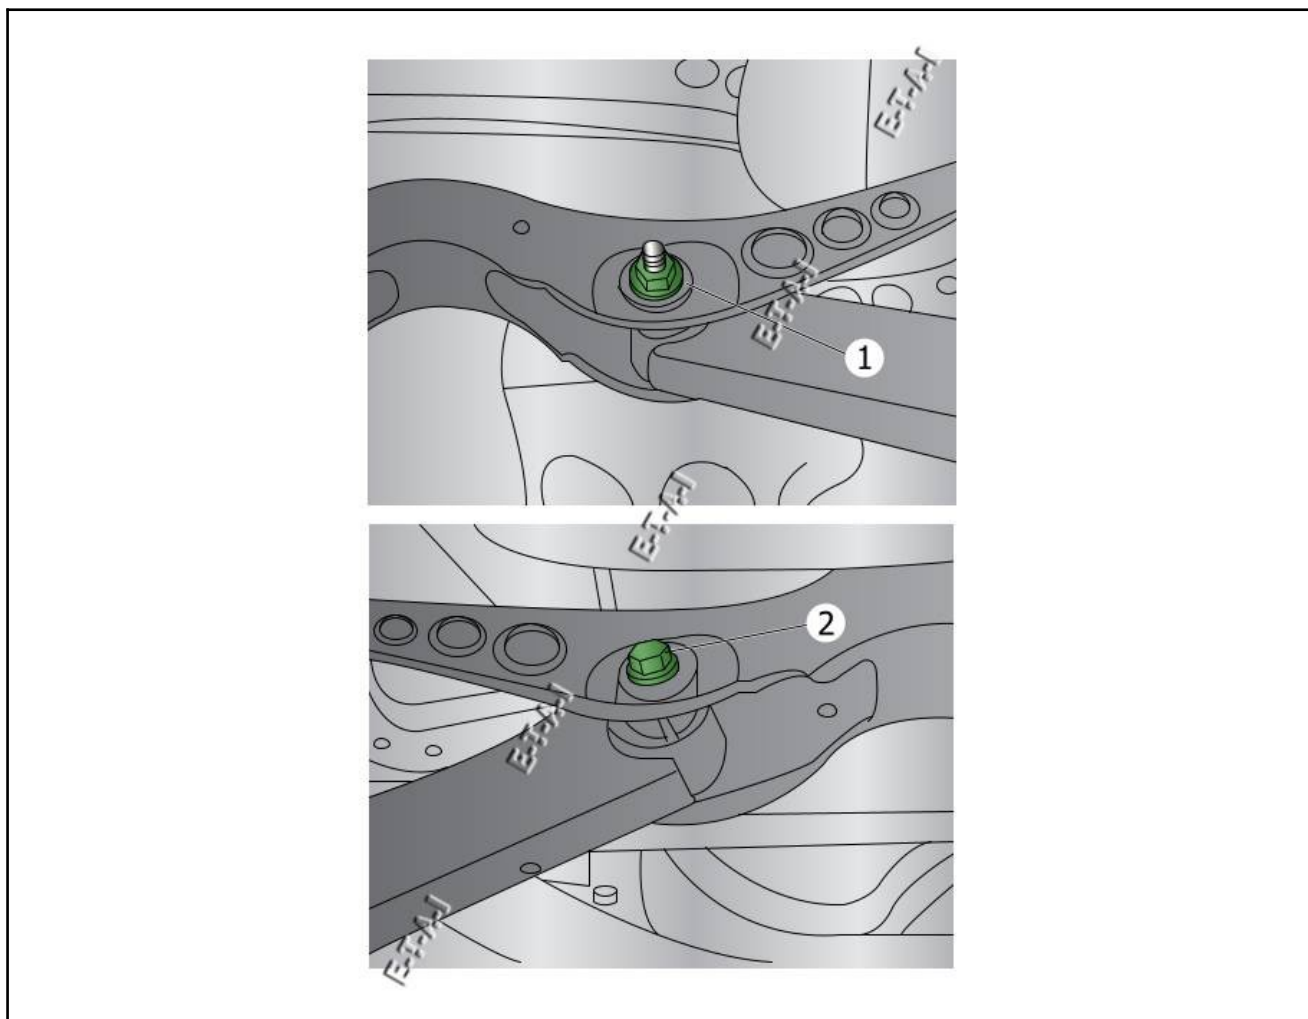

Fig.3
- Desserrer l'écrou (1)
- Régler le boulon d'excentrique pour obtenir des mesures correctes (2)Fig.3